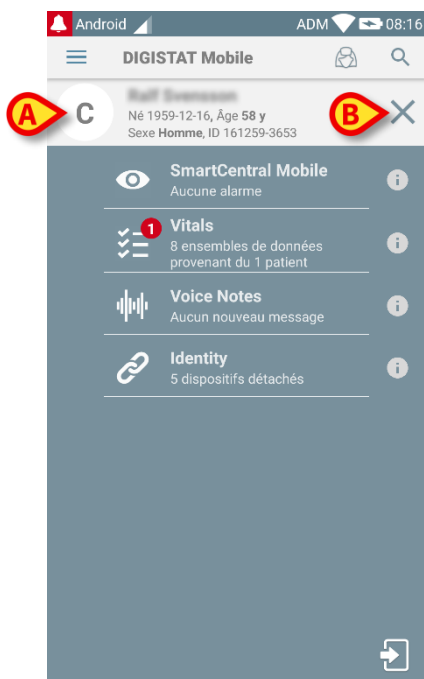

Fig 42
Les données du patient sont en haut de la page (Fig 42 **A**). Toutes les données de tous les modules DIGISTAT® Mobile sont maintenant filtrées par patient (c.-à-d. seules les alarmes/notifications du patient sélectionné sont toutes affichées).
- Appuyez sur la croix indiquée dans la Fig 42 **B** pour désélectionner le patient.